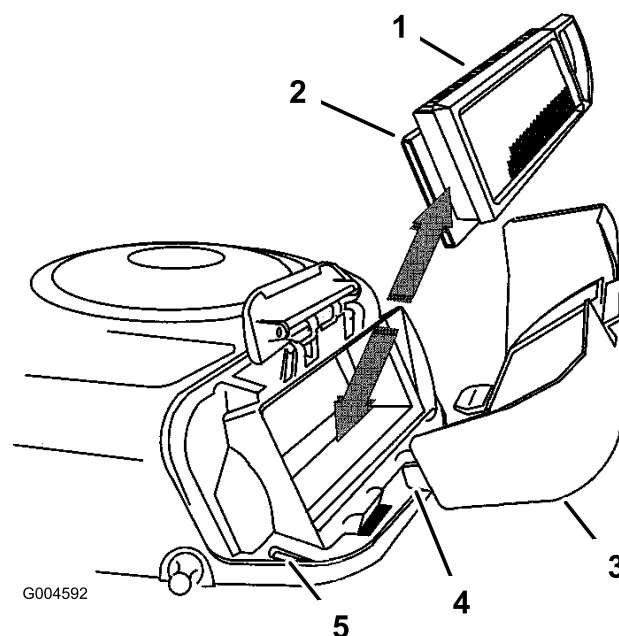

Figura 24
3. Agganciate il manico sul coperchio, quindi premete sul manico per fissare saldamente il coperchio (Figura 24).